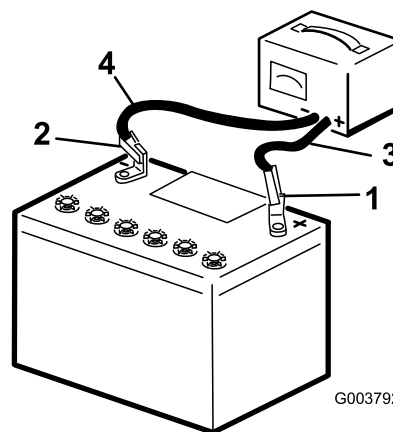

Figure 50
2. Chargez la batterie pendant 4 à 8 heures à un régime de 3 à 4 A (Figure 50). Ne chargez pas la batterie excessivement.
débranchez les fils du chargeur des bornes de la batterie (Figure 50).